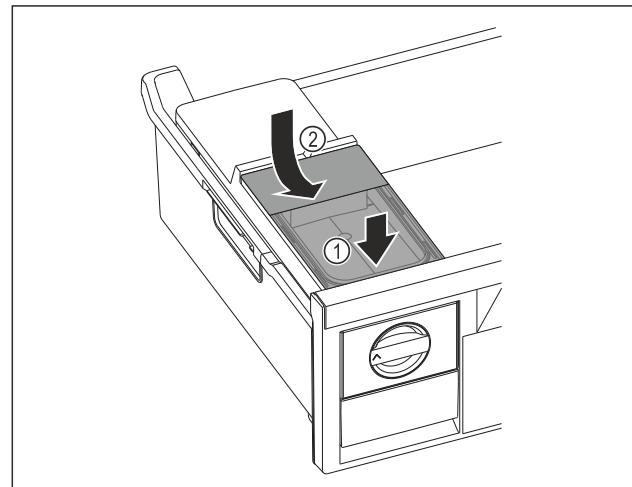

Fig. 63
- 放置水箱前部。Fig. 63 (1)
- 放下水箱后部。Fig. 63 (2)